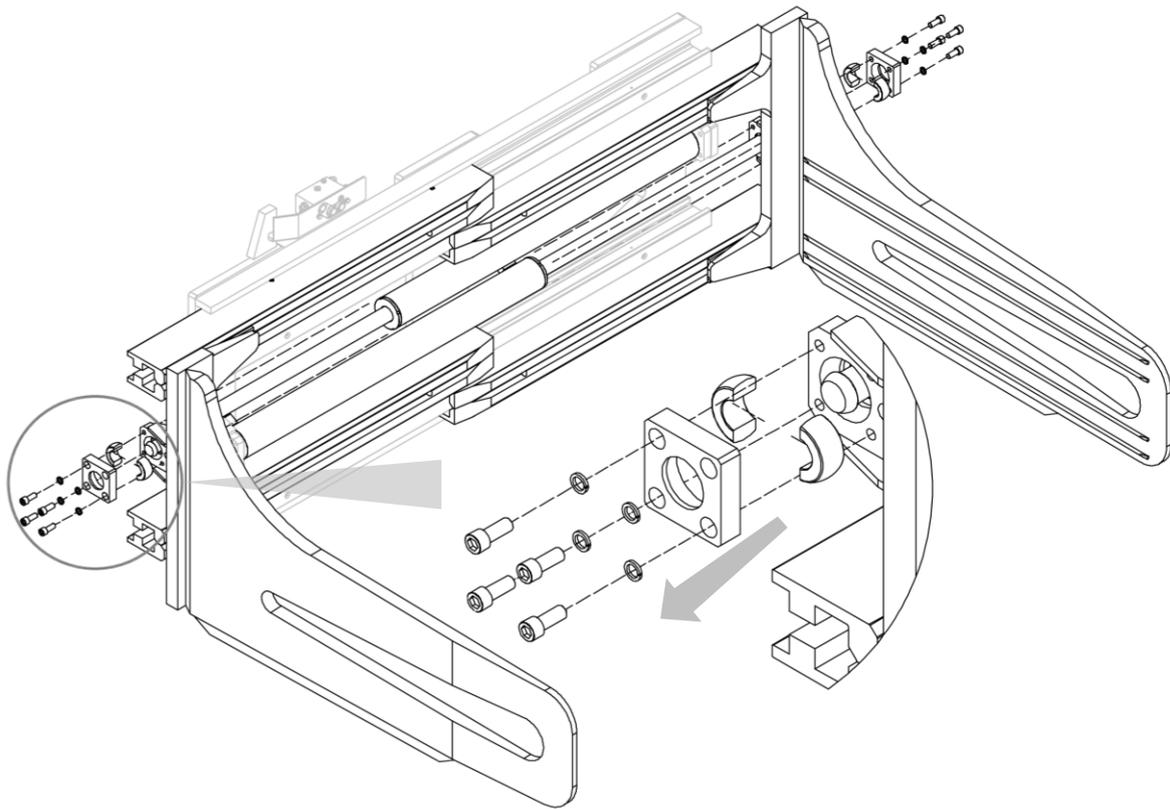

Figura 21
3. Remover las tuercas que bloquean los cilindros a los perfiles (mira *Figura 21*).